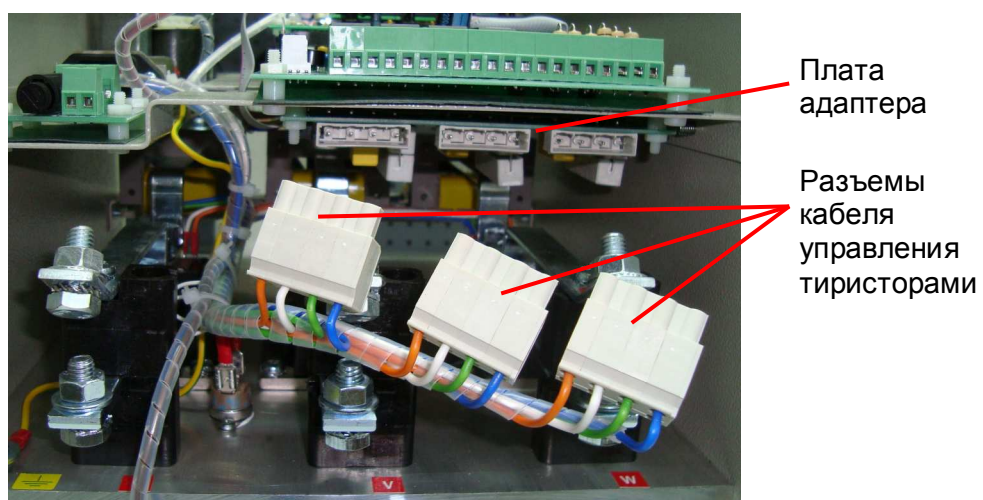

Рис. 6.5
6.4.4. Отсоединить разъемы кабеля управления тиристорами от платы адаптера (рис. 6.5).